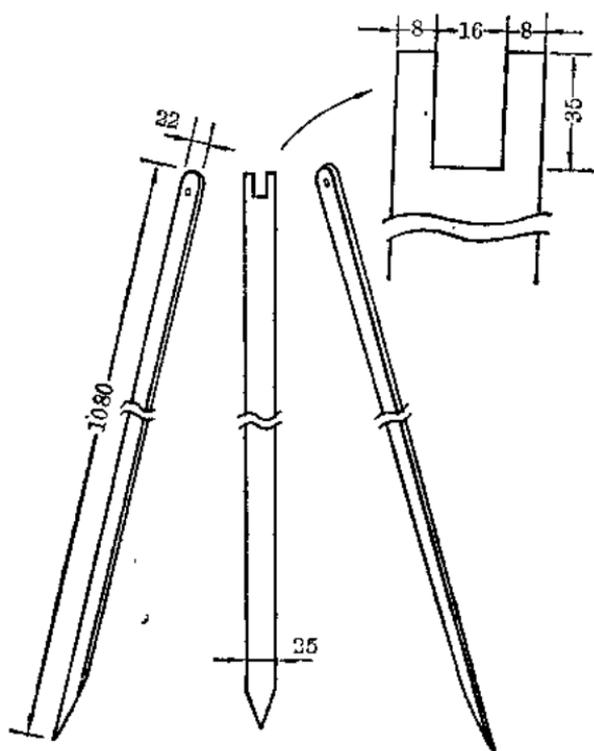
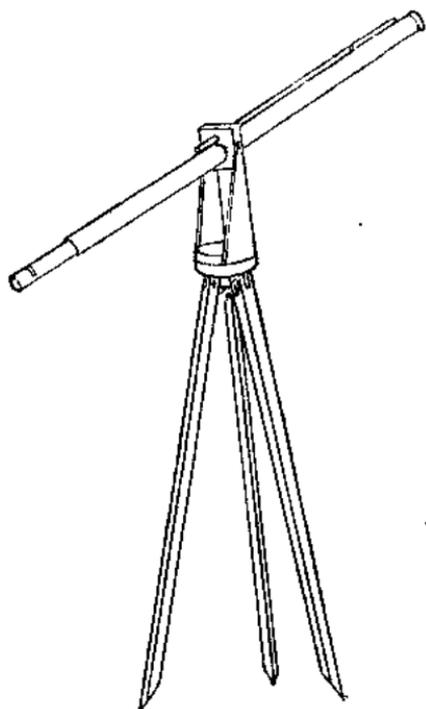

图 10
图 11
5. 三脚架 按图 10 所示尺寸制作三只木脚, 脚的上端按图 10 中所示开出凹口, 并用 60 毫米长的螺丝分别固定在转动平台三脚架座的三个凸口上, 即成图 11 所示的简易天文望远镜了。
1. 制成简易天文望远镜图 11 后, 先调节物镜和目镜之间的距离, 直到远处景物看起来清晰时为止。并在物镜筒上两筒交接处做一个记号, 便于今后调节方便。